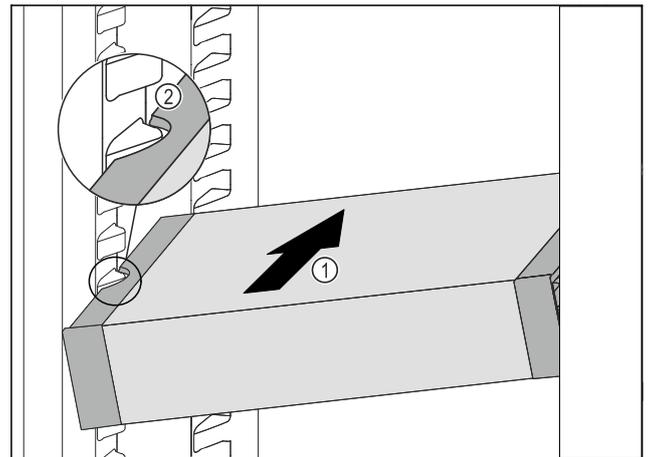

Fig. 99
- ▶ 将 VarioSafe 斜插入冷藏区中 Fig. 99 (1)，直至 VarioSafe 的侧部凹槽 Fig. 99 (2) 与冷藏区中的容器肋梁持平。